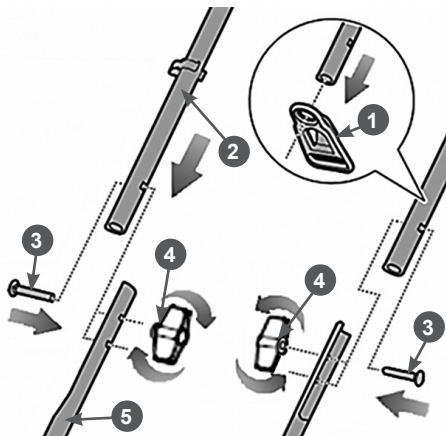

Рис. 4 Установка рабочей рукоятки
2. Установите кронштейн удлинителя 1 на рабочую рукоятку 2 (Рис. 4).
3. Совместите стойки 5 с рабочей рукояткой 2 и закрепите соединение винтами 3 и барашковыми гайками 4 (Рис. 4).
4. Установите фиксаторы 6 крепления кабеля включения (Рис. 4).